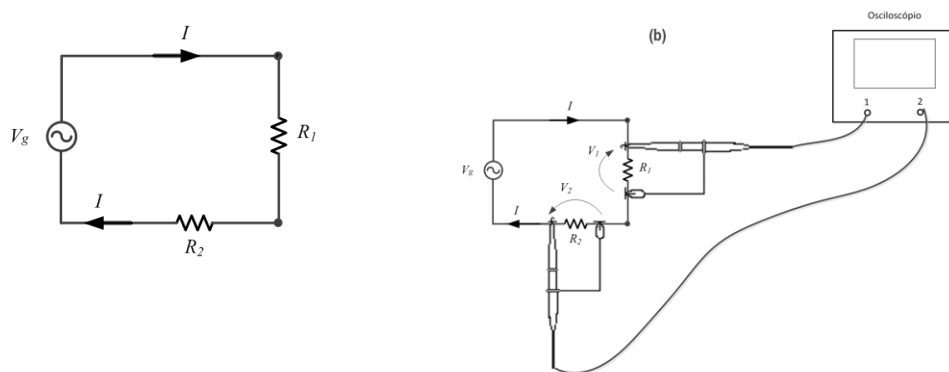

Figura 3 – Diagrama para medição simultânea de tensão e corrente.
- Monte o circuito mostrado na Figura 3 com $R_1 = 10k \Omega$ e $R_2 = 100 \Omega$.